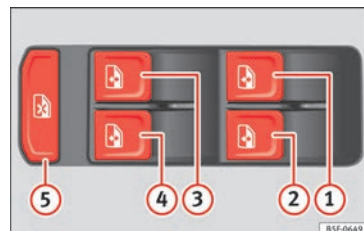

Fig. 139 Dettaglio della porta del conducente: comandi per i finestrini.
Mediante l'interruttore di sicurezza »» **fig. 139**  nella porta del conducente si possono disattivare gli alzacristalli delle porte posteriori.
I tasti » **fig. 139** ①, ②, ③ e ④ hanno due livelli per l'apertura e due per la chiusura dei finestrini. In questo modo è più facile eseguire le operazioni di apertura e chiusura.